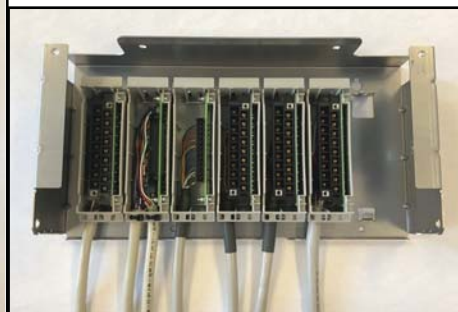

Рис. 5d
d) Повторите шаги с 5а по 5с, чтобы установить все необходимые переходные модули на нижнюю крепежную пластину. (См. рис. 5d)